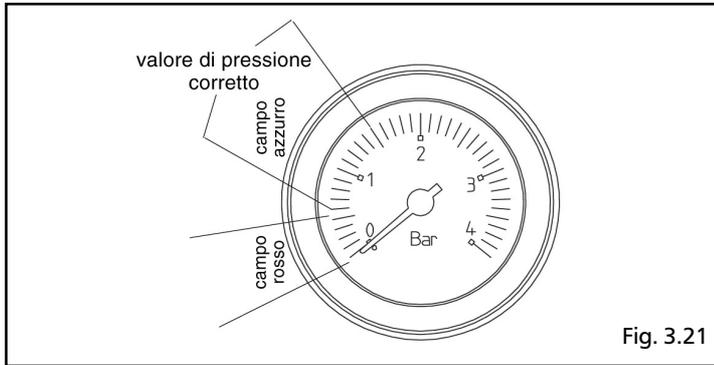

Fig. 3.21
- aprire di due o tre giri il tappo della valvola inferiore di sfogo aria automatica (A)
- accertarsi che il rubinetto entrata acqua fredda (B) sia aperto
- aprire il rubinetto di riempimento (C) fino a che la pressione indicata sull'idrometro sia compresa tra 1 bar e 1,5 bar (campo azzurro) (fig. 3.21)